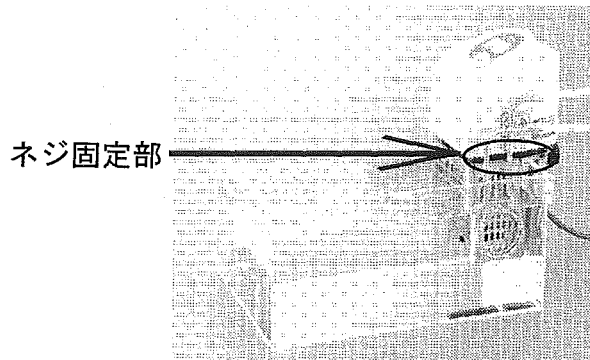

図2. 商品使用例写真
1. サーマルロボあるいはサーマックス本体 (以下、本体) に本商品を固定します。本体向かって右側面のヒートカバーと本商品のネジ固定部とを2ヶ所、外れないようにネジで取付けてください。取付けの際は予めヒートカバーに取り付けられているネジを外してご使用ください。取付け方向は図2をご参照ください。